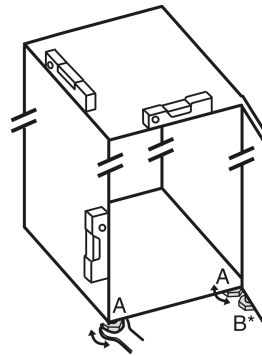

Fig. 24
- Az állítható lábakat Fig. 24 (A) a mellékelt villáskulccsal és egy vízmerce segítségével csavarja ki addig, amíg a készülék szilárdan és egyenesen be nincs igazítva.
- A csapágybak állítható lábát Fig. 24 (B) a mellékelt villáskulccsal csavarja ki úgy, hogy a padlón feküdjön.
- Az állítható lábat Fig. 24 (B) forgassa tovább 90°-kal.